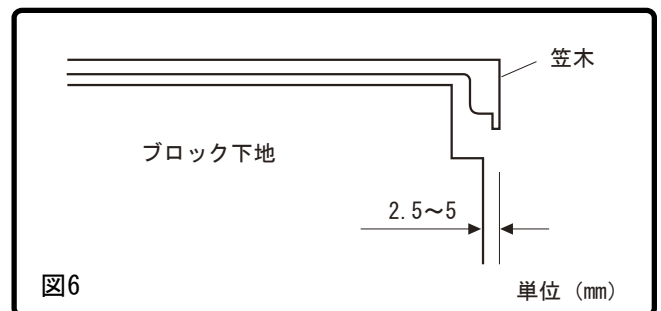

図6
- 3 笠木をかぶせ、ブロック下地がそれぞれ笠木端部より2.5~5mmひかえた寸法になっていることを確認します。(図6参照)